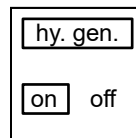

Abb. 33: Displayvisning hydrogeneration
- Hydrogeneration skal være aktiveret under **"Abb. 33: Displayvisning hydrogeneration"**.